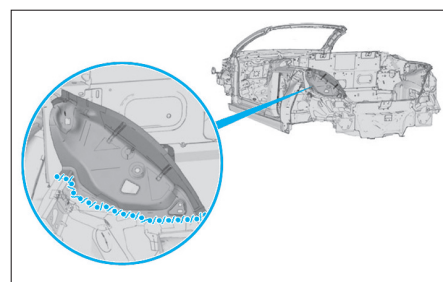

FIG. 94
- Appliquer un produit d'étanchéité et anticorrosion (**Fig.94**).